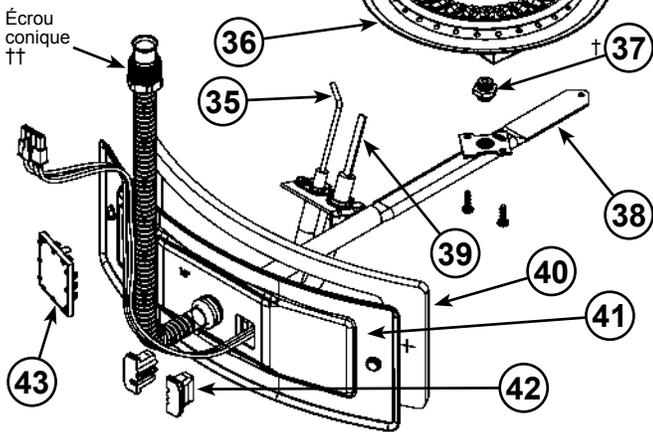
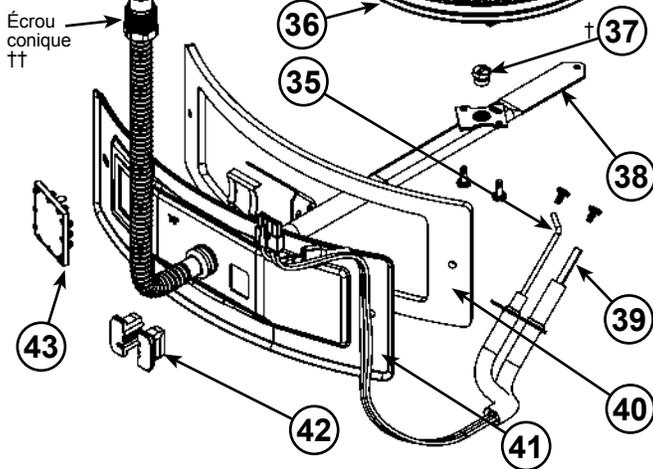

Figure 54
Figure 55
- 15 Assemblage de la porte du collecteur (non illustré) (voir Figure 3 et Figure 4) (voir aussi Figure 54 & Figure 55)
- 35 Détecteur de flammes (voir Figure 3 et Figure 4) (voir aussi Figure 54 et Figure 55)
- 36 Brûleur en tôle (voir Figure 3 et Figure 4)(voir aussi Figure 54 et Figure 55)
- 37 Orifice de gaz (voir Figure 3 et Figure 4)(voir aussi Figure 54 et Figure 55)
- 38 Collecteur (voir Figure 3 et Figure 4) (voir aussi Figure 54 et Figure 55)
- 39 Allumeur à élément chauffant (voir Figure 3 et Figure 4)(voir aussi Figure 54 et Figure 55)
- 40 Joint d'étanchéité, porte du collecteur (voir Figure 3 et Figure 4)(voir aussi Figure 54 et Figure 55)
- 41 Porte du collecteur (voir Figure 3 et Figure 4)(voir aussi Figure 54 et Figure 55)
- 42 Bloc passe-fil et étrier (voir Figure 3 et Figure 4)(voir aussi Figure 54 et Figure 55)
- 43 Regard (voir Figure 3 et Figure 4)(voir aussi Figure 54 et Figure 55)